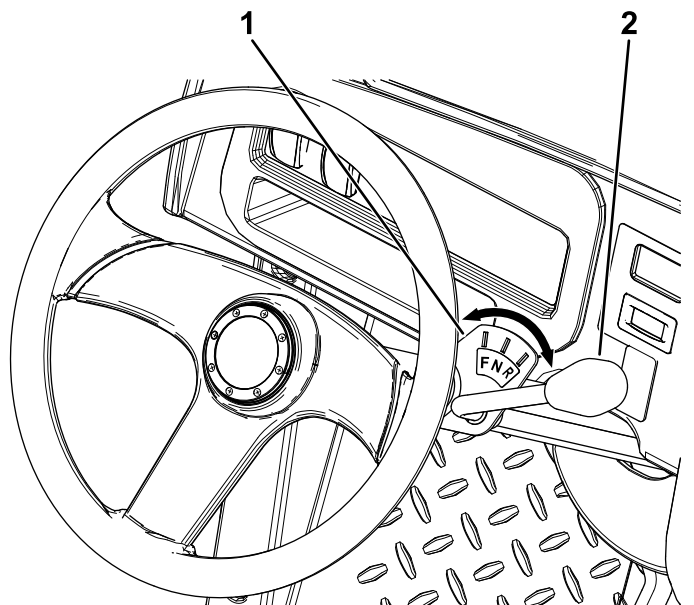

Рисунок 9
У рычага переключения передач есть три положения по индикатору переключения передач: Передний ход (F), Задний ход (R) и Нейтраль (N) (Рисунок 9).
Из нейтрального (N) положения рычаг переключения передач можно переместить влево в положение ПЕРЕДНЕГО ХОДА (F) или вправо в положение ЗАДНЕГО ХОДА (R) (Рисунок 9).